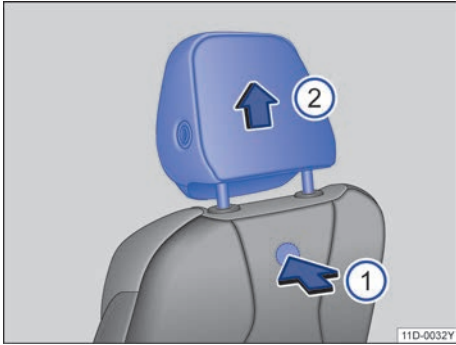

图 66 拆卸和安装前排头枕
- 按压座椅背部隐藏在座椅套内的按钮 → 图 66，将头枕完全拔出。